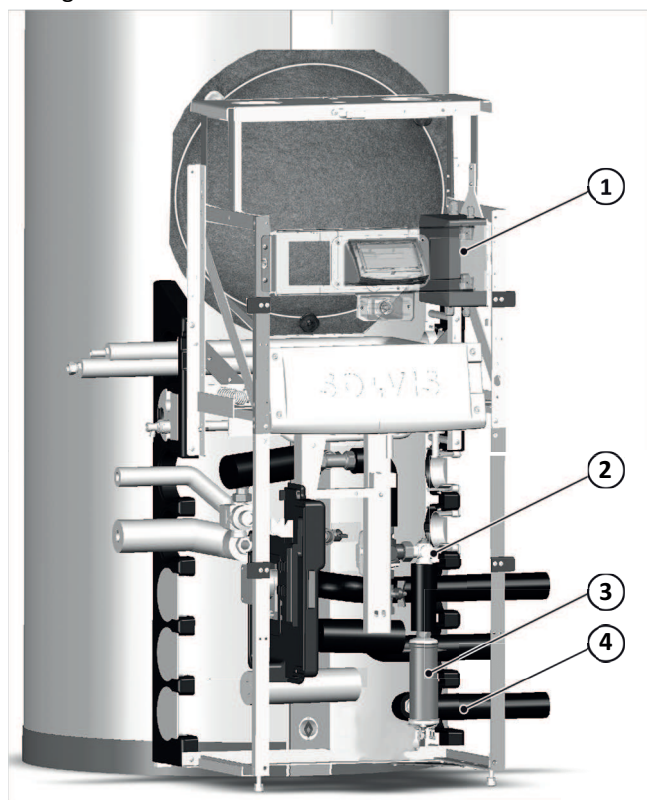

Abb. 31: Lage der Komponenten im Lademodul
→ Abb. 31 zeigt die Lage von Anschlussbox (1) und Heizpatrone (3) im Lademodul. Die Anschlussrohre für Wärmepumpe- und Heizung-Vorlauf können sowohl nach rechts als auch nach links durch die seitliche Rohrdurchführung verlegt werden.
1. die Anschlussbox oben ans Lademodul schrauben, siehe → Abb. 31 (1).